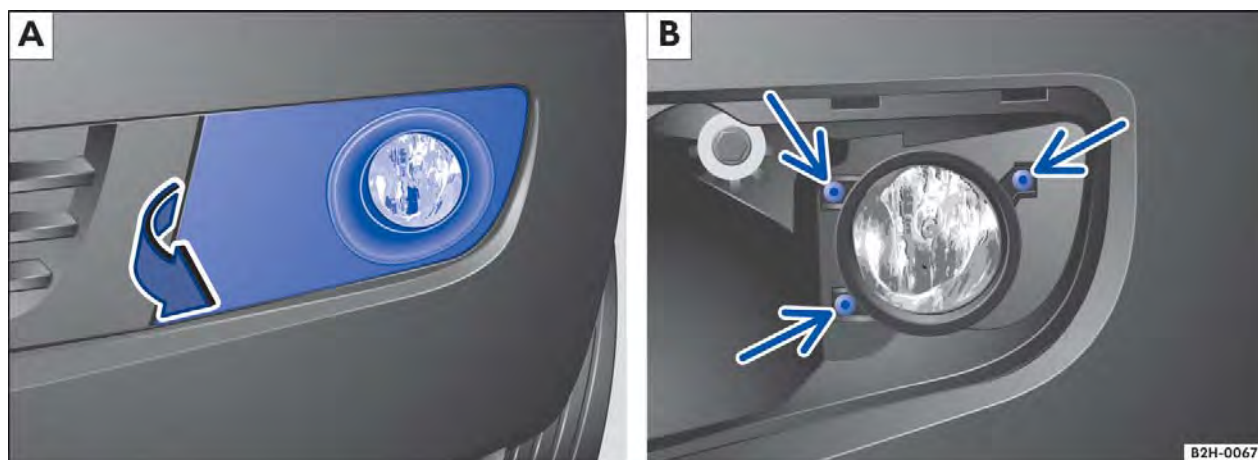
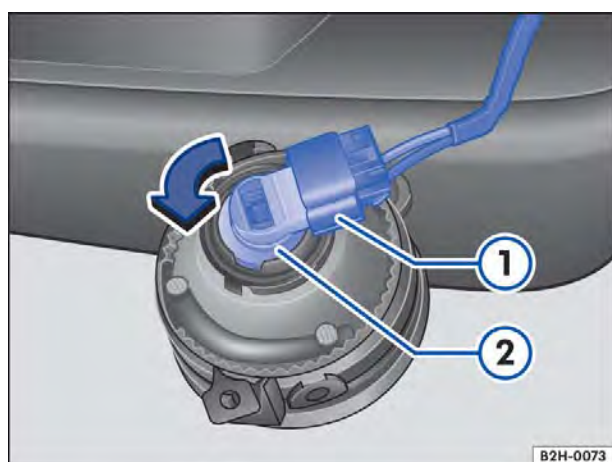

Fig. 171 No para-choque dianteiro à direita: desinstalar farol.
Fig. 172 Substituir a lâmpada incandescente do farol.
2. Puxar a cobertura para frente no sentido da seta ⇒ Fig. 171 A.
3. Desparafusar os parafusos de fixação ⇒ Fig. 171 B com a chave de fenda das ferramentas de bordo ⇒ Página 318.
5. Destruvar e retirar o conector ⇒ Fig. 172 ①.
6. Girar o suporte da lâmpada ② no sentido da seta para a esquerda até o batente e puxar para fora com a lâmpada incandescente.
9. Encaixar o conector ① no suporte da lâmpada ②. O conector deve encaixar audivelmente.
10. Encaixar o farol nos apoios ⇒ Fig. 171 B e rebater para trás.
11. Apertar os parafusos de fixação ⇒ Fig. 171 B com a chave de fenda.
12. Encaixar a cobertura no para-choque ⇒ Fig. 171 A.